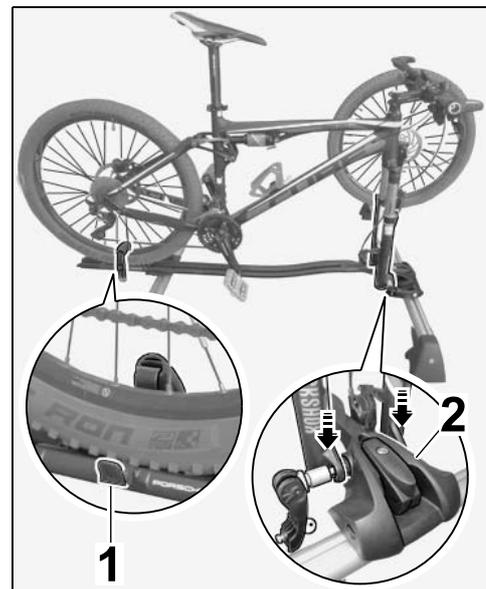

Figura 31
- 7.3.1 Sollevare con cautela la bicicletta/bicicletta da corsa sul portabicicletta da corsa con l'aiuto di una seconda persona. Posizionare la ruota posteriore sul supporto ruota e inserire la forcella anteriore nell'apposito supporto (⇒ *Figura 31*).